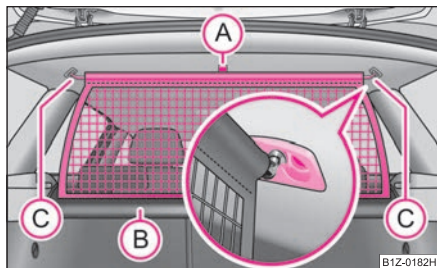

Fig. 87 Desfacerea peretelui despărțitor
- Trageți bara în spate din suporturile din plafon, mai întâi pe o parte, apoi pe partea cealaltă, și scoateți-o din suporturi (C) ⇒ fig. 87.
- **Susțineți** bara transversală astfel încât peretele să se poată rula încet și fără să se deterioreze, în carcasă (B).